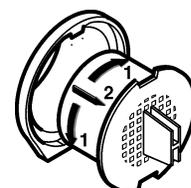

Fig. 29
- ▶ Ruotare il filtro a carboni attivi di 90° a destra o a sinistra Fig. 29 (1).
- ▶ Estrarre il filtro a carboni attivi Fig. 29 (2).
- ▶ Ruotare il nuovo filtro a carboni attivi di 90° verso destra o sinistra Fig. 29 (1), fino all'innesto.